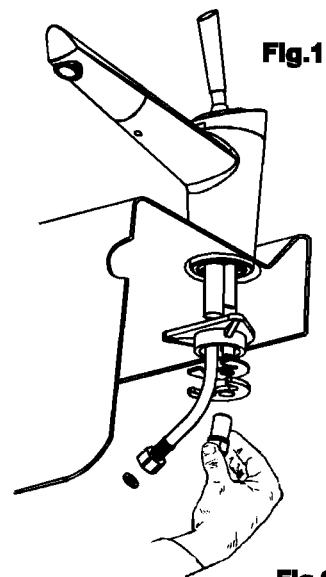
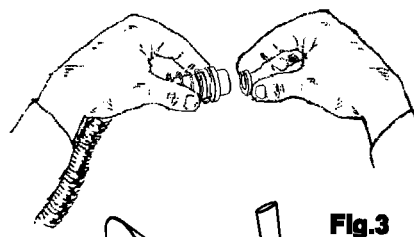
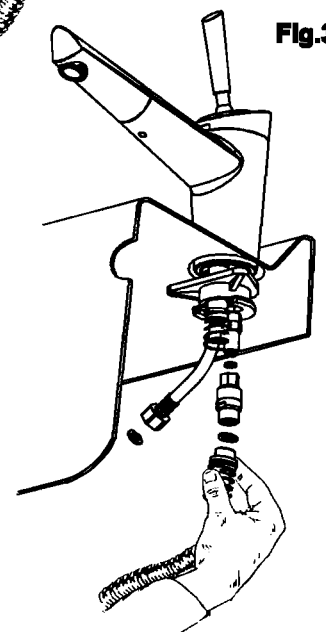

Fig.1
Fig.2
Fig.3
- ◆ Inserire il supporto (18) (opzionale), la guarnizione sagomata (19-a) e la staffa (19-b) sul tirante filettato
- ◆ Serrare utilizzando il dado (20) (Fig.1)
- ◆ Avvitare la valvola (22) sull'astina (27) assicurandosi di posizionare correttamente la guarnizione (21)
- ◆ Togliere il ferma molla dal flessibile (13) (Fig.2) e collegarlo alla valvola (22) assicurandosi di posizionare in modo corretto la guarnizione (26) (Fig.3)
- ◆ Collegare il rubinetto avvitando il flessibile dx alla condotta dell'acqua fredda, quello sx alla condotta dell'acqua calda, accertandosi che le guarnizioni (28) siano posizionate correttamente.